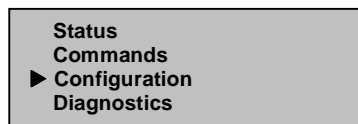

図30: メイン メニュー
1. メインメニューで、[Configuration]にスクロールします(図30を参照)。